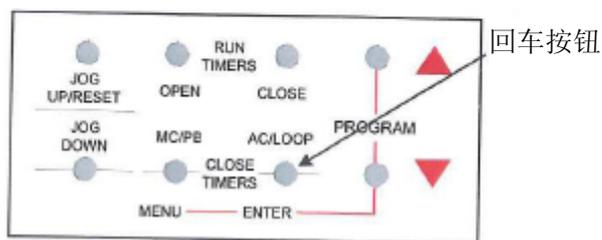

图 24: 回车按钮
在初次启动时，口令画面将会跳过，控制器将会直接进入限位设置画面（图 24）。如果是初次启动，则跳过步骤#1 和#2，进入步骤#3（第 34 页）。如果不是初次启动，则从步骤#1 开始。
- 按下然后松开回车按钮。液晶显示器上显示 LimitSet(见图 24, 第 34 页)。